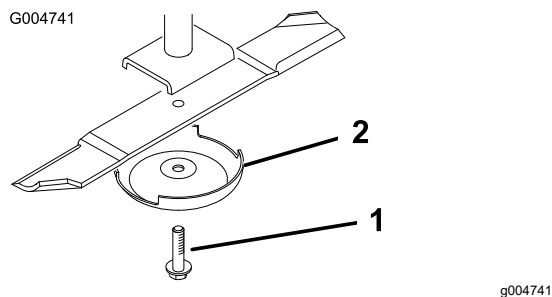

Figura 110
3. Retire del eje de la cuchilla el perno de la cuchilla, el protector de césped y la cuchilla (Figura 110).